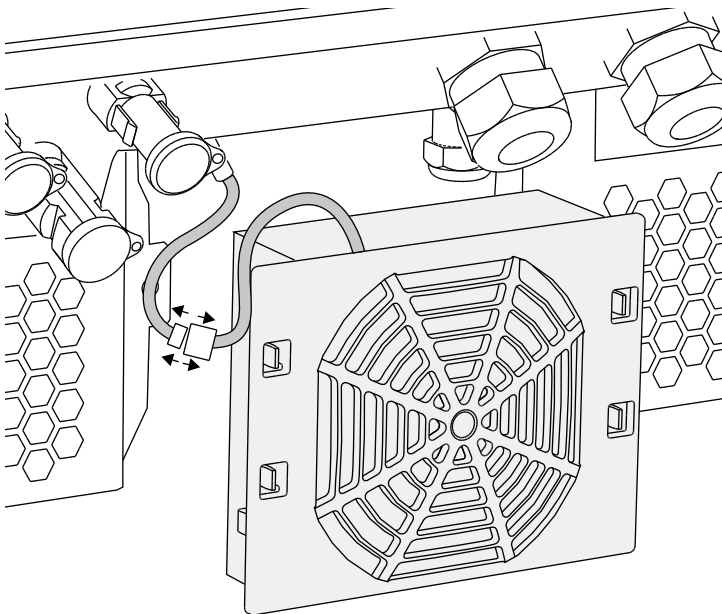

Fig. 64: Staccare il cavo della ventola
4. Estrarre completamente il gruppo ventola dall'involucro inverter. A tale scopo staccare il connettore del cavo della ventola.  **Fig. 64**